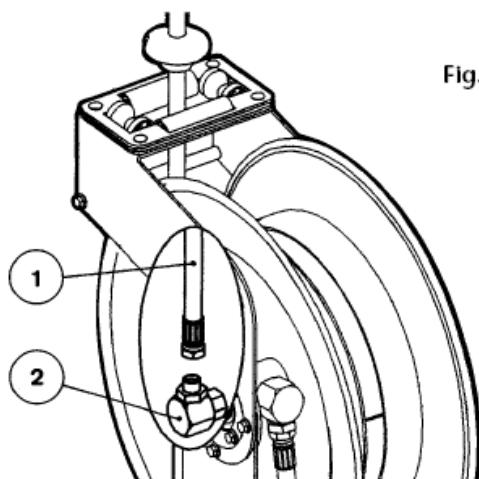

Fig. 9
3. Disconnect the inlet hose (1) and remove the old swivel (2) (figure 9).
2. Débrancher le flexible d'entrée (1) et retirer la rotule (2) (voir Figure 9).